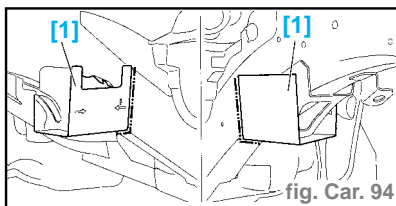

fig. Car. 94
- Tracer à l'aide de l'outil [1] (gabarit de coupe arrière du brancard central, réf. 1117-A) (fig. Car. 94).